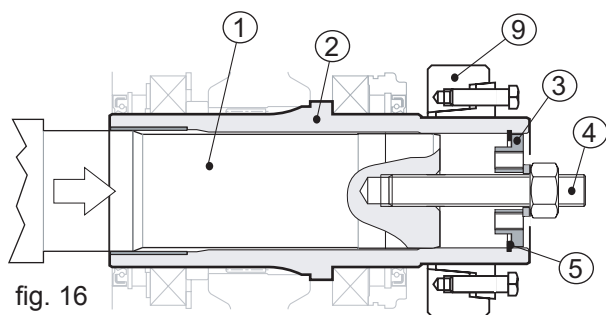

fig. 16
Insérer dans leur logement d'abord le seeger pour intérieurs (pos. 5), puis le fond (pos. 3), à ce stade en vissant l'écrou de la barre fileté placer les 2 arbres de la machine en butée l'un contre l'autre (voir fig. 16).